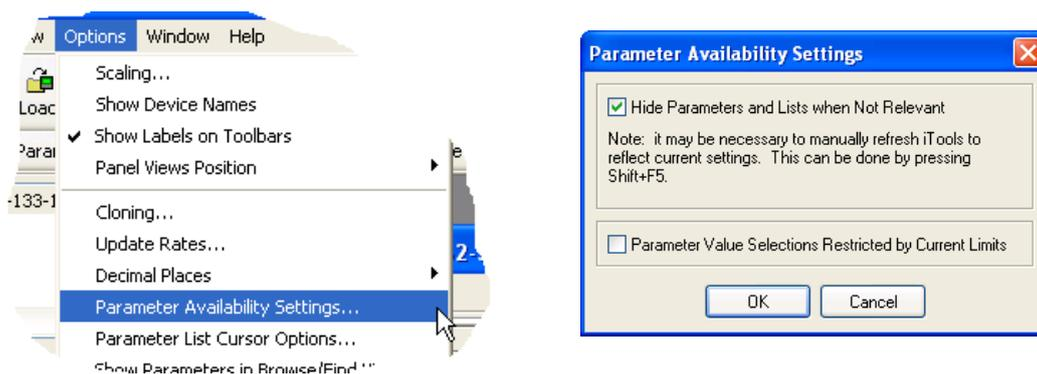

Figure 3.4.1b Afficher/Cacher les paramètres
3. Paramètres masqués. Par défaut, iTools masque les paramètres qui sont considérés comme n'étant pas significatifs dans le contexte actuel. Ces paramètres cachés peuvent être affichés dans la table à l'aide de la commande « Disponibilité paramètres » dans le menu Options (figure 3.4.1b). Ces éléments sont affichés sur une trame de fond.